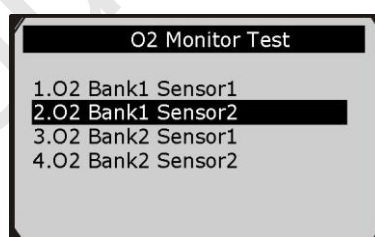

Рисунок 5-24
- 3) С помощью кнопок прокрутки вверх/вниз выберите датчик кислорода в меню **O2 Monitor Test [Проверка монитора кислорода]**, а затем нажмите кнопку **ОК**. См. рисунок 5-24.